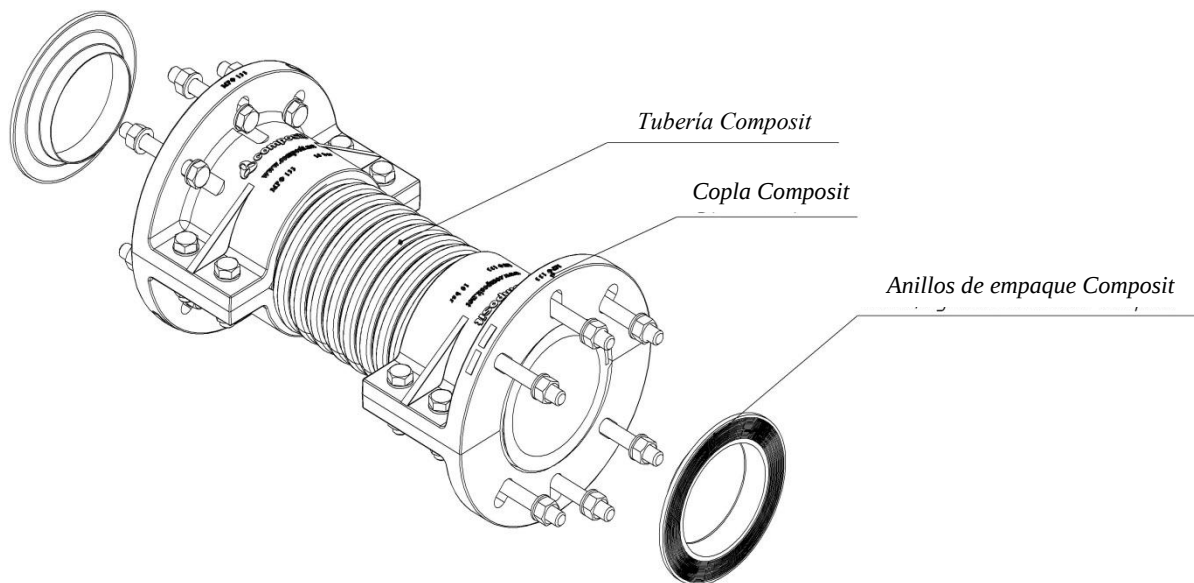

Fig. 1
2) Los sistemas de tuberías flexibles comprenden las **tuberías Composit**, **coplas Composit** y **anillos Composit** (fig. 1), y en adelante en el texto se mencionan como tuberías, coplas y anillos, respectivamente. Sobre cada una de tuberías integrantes en el sistema de tuberías flexibles se montan dos coplas de bridas separables con dos anillos de empaquetadura de tamaño estándar respectivo.